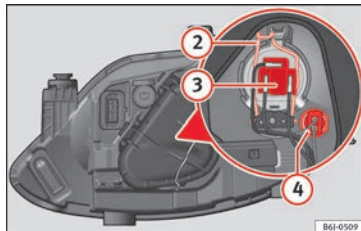

Fig. 86 Feu de croisement/route et feu de position du phare simple.
- Retirez le connecteur » **fig. 86** ③ de l'ampoule.
- Décrochez le ressort entrebâilleur » **fig. 86** ② en le pressant vers l'intérieur et vers la droite.
- Retirez la douille d'ampoule » **fig. 86** ④ vers l'extérieur.